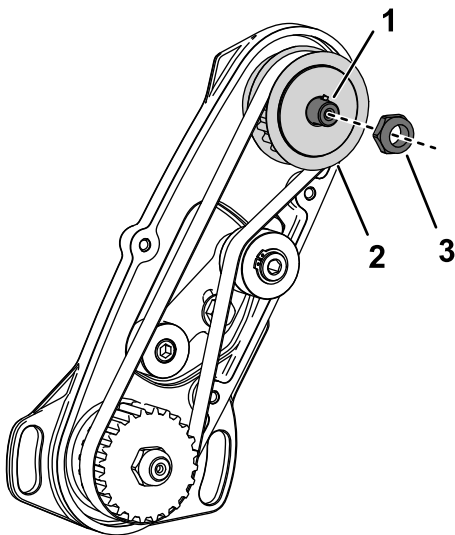

Figura 4
7. Retire la tuerca del eje de transmisión del molinete (Figura 4).